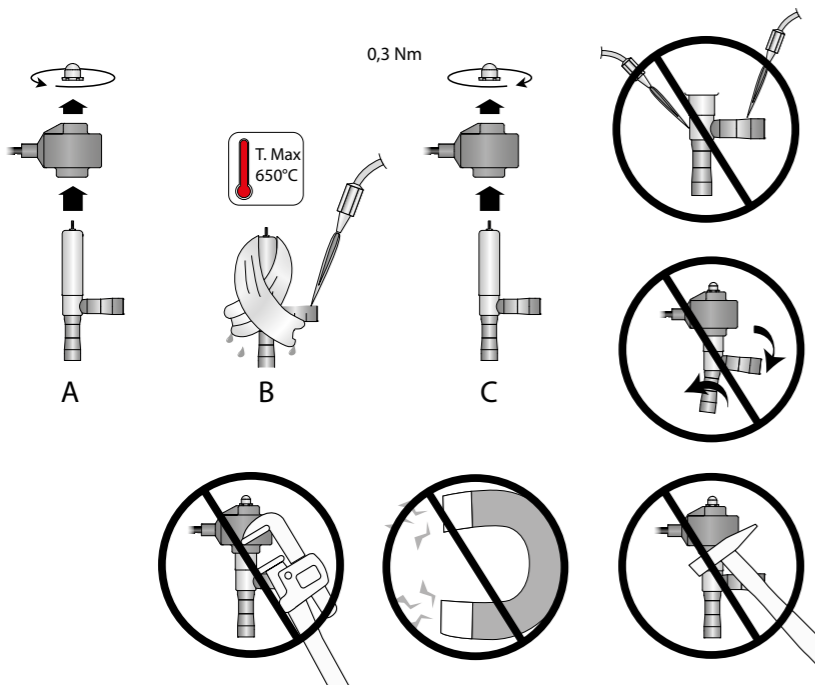

Fig.2
Le valvole E³V devono essere saldate al circuito mediante brasatura dei raccordi in rame ai tubi di uscita condensatore (IN) e d'ingresso evaporatore (OUT). Seguire la successione indicata in Fig. 2 procedendo in questo modo:
The E³V valves must be joined to the circuit by braze welding the copper fittings to the condenser outlet (IN) and evaporator inlet pipes (OUT). Proceed as indicated in Fig. 2: